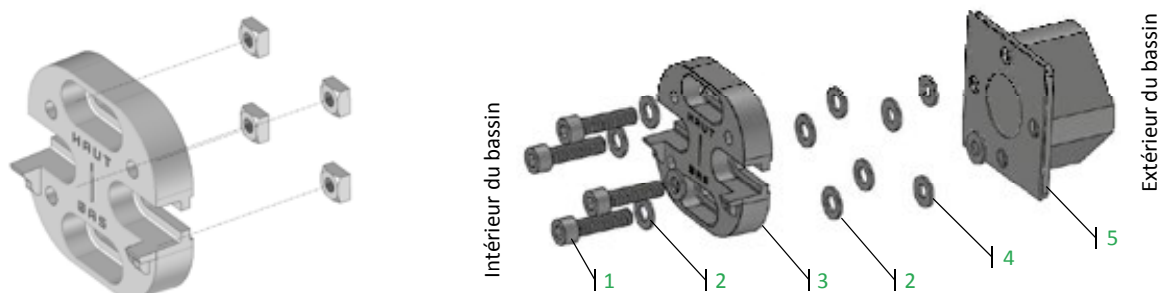

Figure 37 – Montage de la bride porte-palier
La procédure à suivre pour la pose de la bride porte palier est décrite à la **Figure 37** (sur cette figure, le liner se situe entre les pièces (4) et (5)) :
- Repérez les quatre perçages du palier (5) à travers le liner, découpez celui-ci à l'aide d'un cutter aux emplacements repérés ;
- Assemblez dans l'ordre : les quatre vis à tête cylindrique à six pans creux 10 × 40 en inox A4 (1) munies de 4 rondelles de diamètre 10 mm en inox A4 (2), la bride porte palier (2), les quatre autres rondelles de diamètre 10 mm en inox A4, puis les rondelles en caoutchouc (4). Vissez le tout dans le support de palier. Les vis et rondelles sont fournies dans le sachet de visserie qui accompagne le support de palier ;